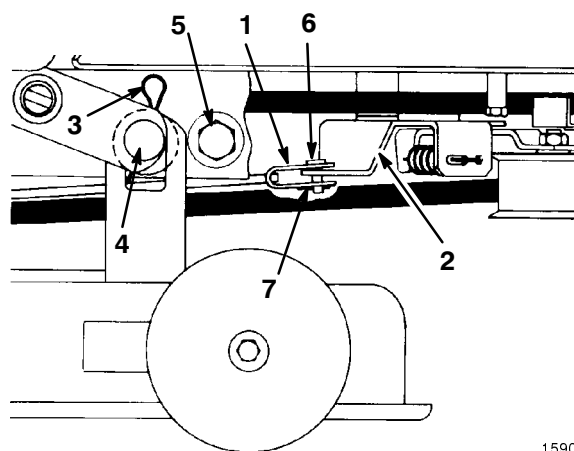

Figure 26
9. Enlevez la goupille fendue et l'axe de chape qui fixent la tige de frein du plateau au support de montage de la poulie folle (Fig. 26).
10. Enlevez les deux goupilles fendues élastiques et les rondelles qui fixent le carter de tondeuse aux goupilles de montage (Fig. 26). Tenez le carter de tondeuse et poussez le de côté jusqu'à ce qu'il sorte des goupilles, puis en avant pour baisser les supports avant.
5. Enlevez les vis, les dispositifs de retenue et les contre-écrous qui fixent les butées de chaque côté du châssis de la tondeuse (Fig. 26). Reculez le carter de tondeuse pour détendre la courroie.